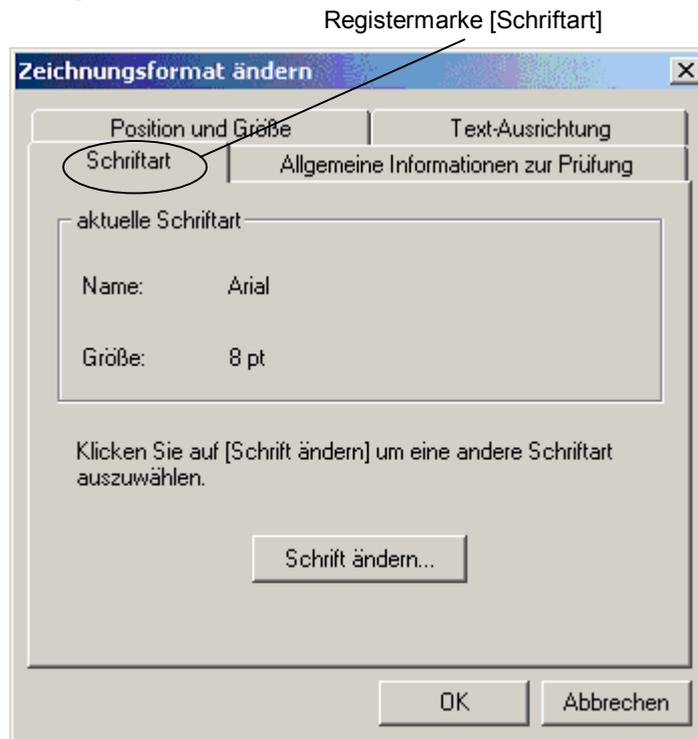

Abb. 7-1-9 [SchriftartFont]
- Die Seite [Schriftart] wird angezeigt (siehe Abb. 7-1-9).